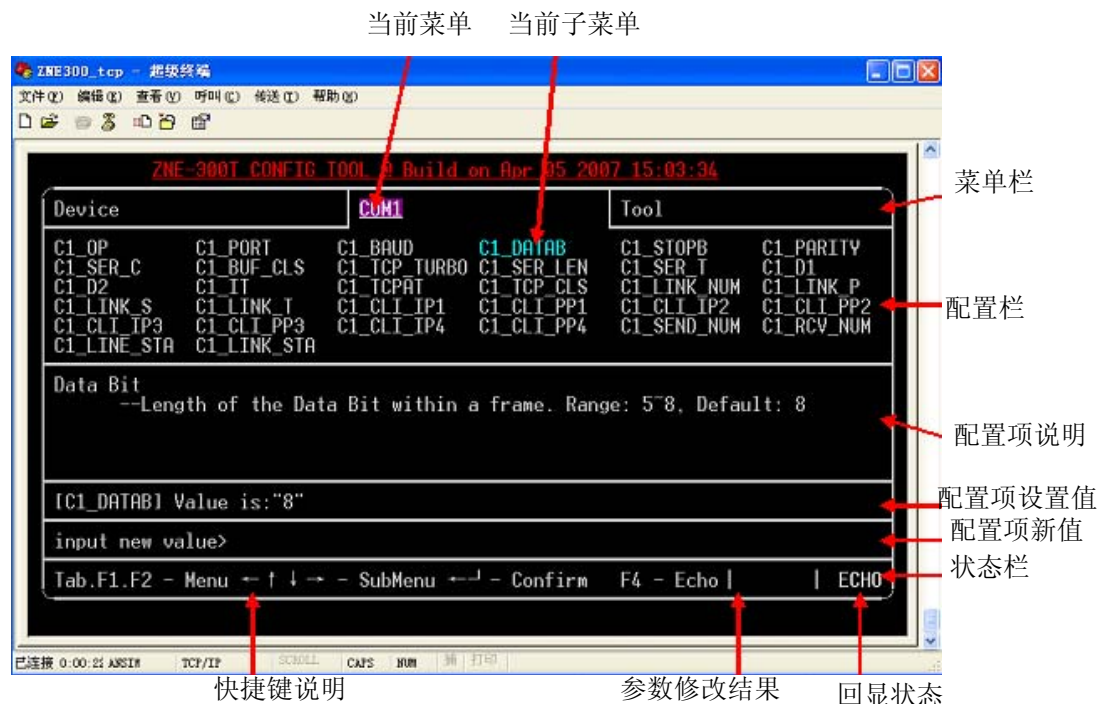

图 6.8 菜单配置方式界面
菜单方式使用界面如图 6.8 所示，在这种方式下，用户可以使用多种快捷键查看和更改设备的所有参数；AT 命令方式给用户提供一个标准的 AT 命令接口，主要用于用户使用单片机等嵌入式设备或用户自己编写配置软件对 ZNE-100TL 模块进行配置。
菜单配置方式在 Windows 的超级终端软件下为用户提供了一种直观、简单、方便、易用的配置方式。菜单方式使用界面如图 6.8 所示，在这种方式下，用户可以使用多种快捷键查看和更改模块的所有参数。菜单配置方式是 ZNE-100TL 模块上电后的默认配置方式，配置方式的切换见 6.3.41 配置模式（AT+MODE）。
菜单配置方式的界面如图 6.8所示。
- 菜单栏: 包括通用信息配置和串口信息配置等,反色显示部分表示当前选中的菜单项。图 6.8中选中的菜单号为“COM1”,配置栏中将出现所有关于COM1 的配置项;
- 配置栏: 选中的菜单项所对应的所有配置项,反色显示部分表示当前选中的配置项。图 6.8中选中的配置项为“C1_DATAB”,表示对串口 1 的数据位进行配置,配置项的名称与AT命令中的命令相对应,关于参数的范围和意义可参见对应的AT命令说明;
- 状态栏: 包括“快捷键说明”、“参数修改结果”和“回显状态”,当修改配置项参数成功时,“参数修改结果”栏显示“OK”,否则显示“ERROR”,“回显状态”栏显示当前的回显状态,回显功能①打开时,显示 **ECHO**, 否则显示 **ECHO**。
**回显功能①：**指被配置设备回发配置主机（软件）的输入值，超级终端类软件本身并不显示用户在超级终端软件内的输入值，所以用户在使用超级终端软件配置时需要打开回显功能。用户在使用单片机等嵌入式设备或 telnet 方式对 ZNE-100TL 模块进行配置时，则可关闭此功能。